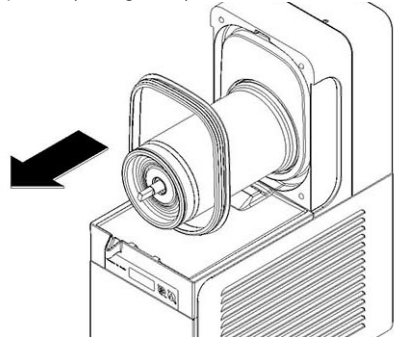

figura 7
**4** Quite de su alojamiento la junta estanca del recipiente (ver figura 7).